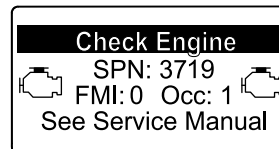

Figure 49
- Si une régénération de récupération est nécessaire, l'InfoCenter affiche l'avertissement SPN 3719, FMI 16 (Figure 49) et l'ordinateur du moteur réduit la puissance du moteur à 85 %.